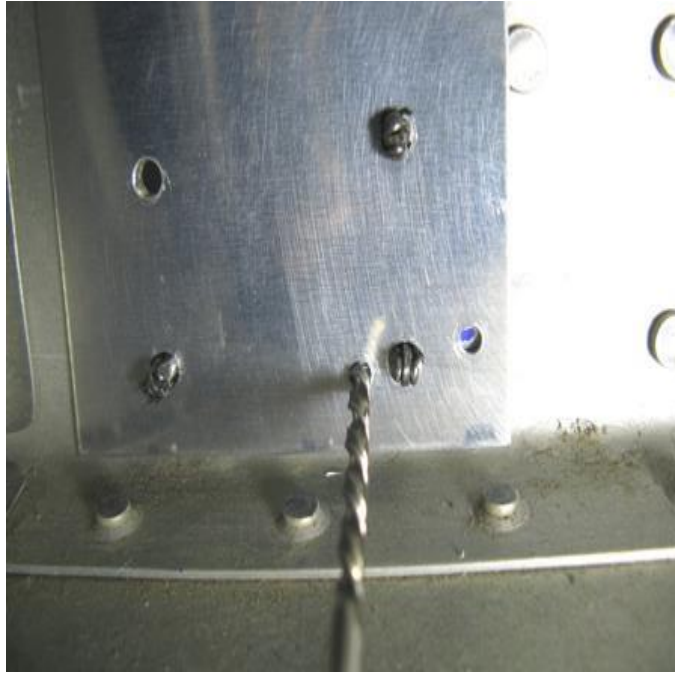

FIGURA 9: FURANDO A LONGARINA
Passo 14: Uma vez que se tenha o guia do furo de alivio localizado adequadamente com o guia de furos, “clecar” no lugar. Furar com broca #40 através da longarina e do “doubler” do Bordo de Fuga em cada guia de furo usando uma extensão para broca de 12” (304,8 m/m), conforme mostrado na Figura 9. Remover o guia da broca e desrebarbar os furos em ambos os lados da longarina.